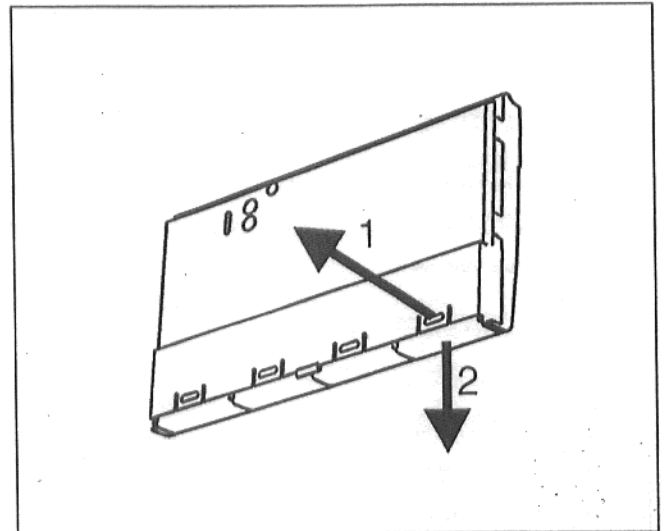

Abb. 7
- Hebeln Sie mit einem kleinen Schraubendreher das Blindstück, wo Sie das Modul einstecken wollen, aus dem Bedienteil (Abb. 7).